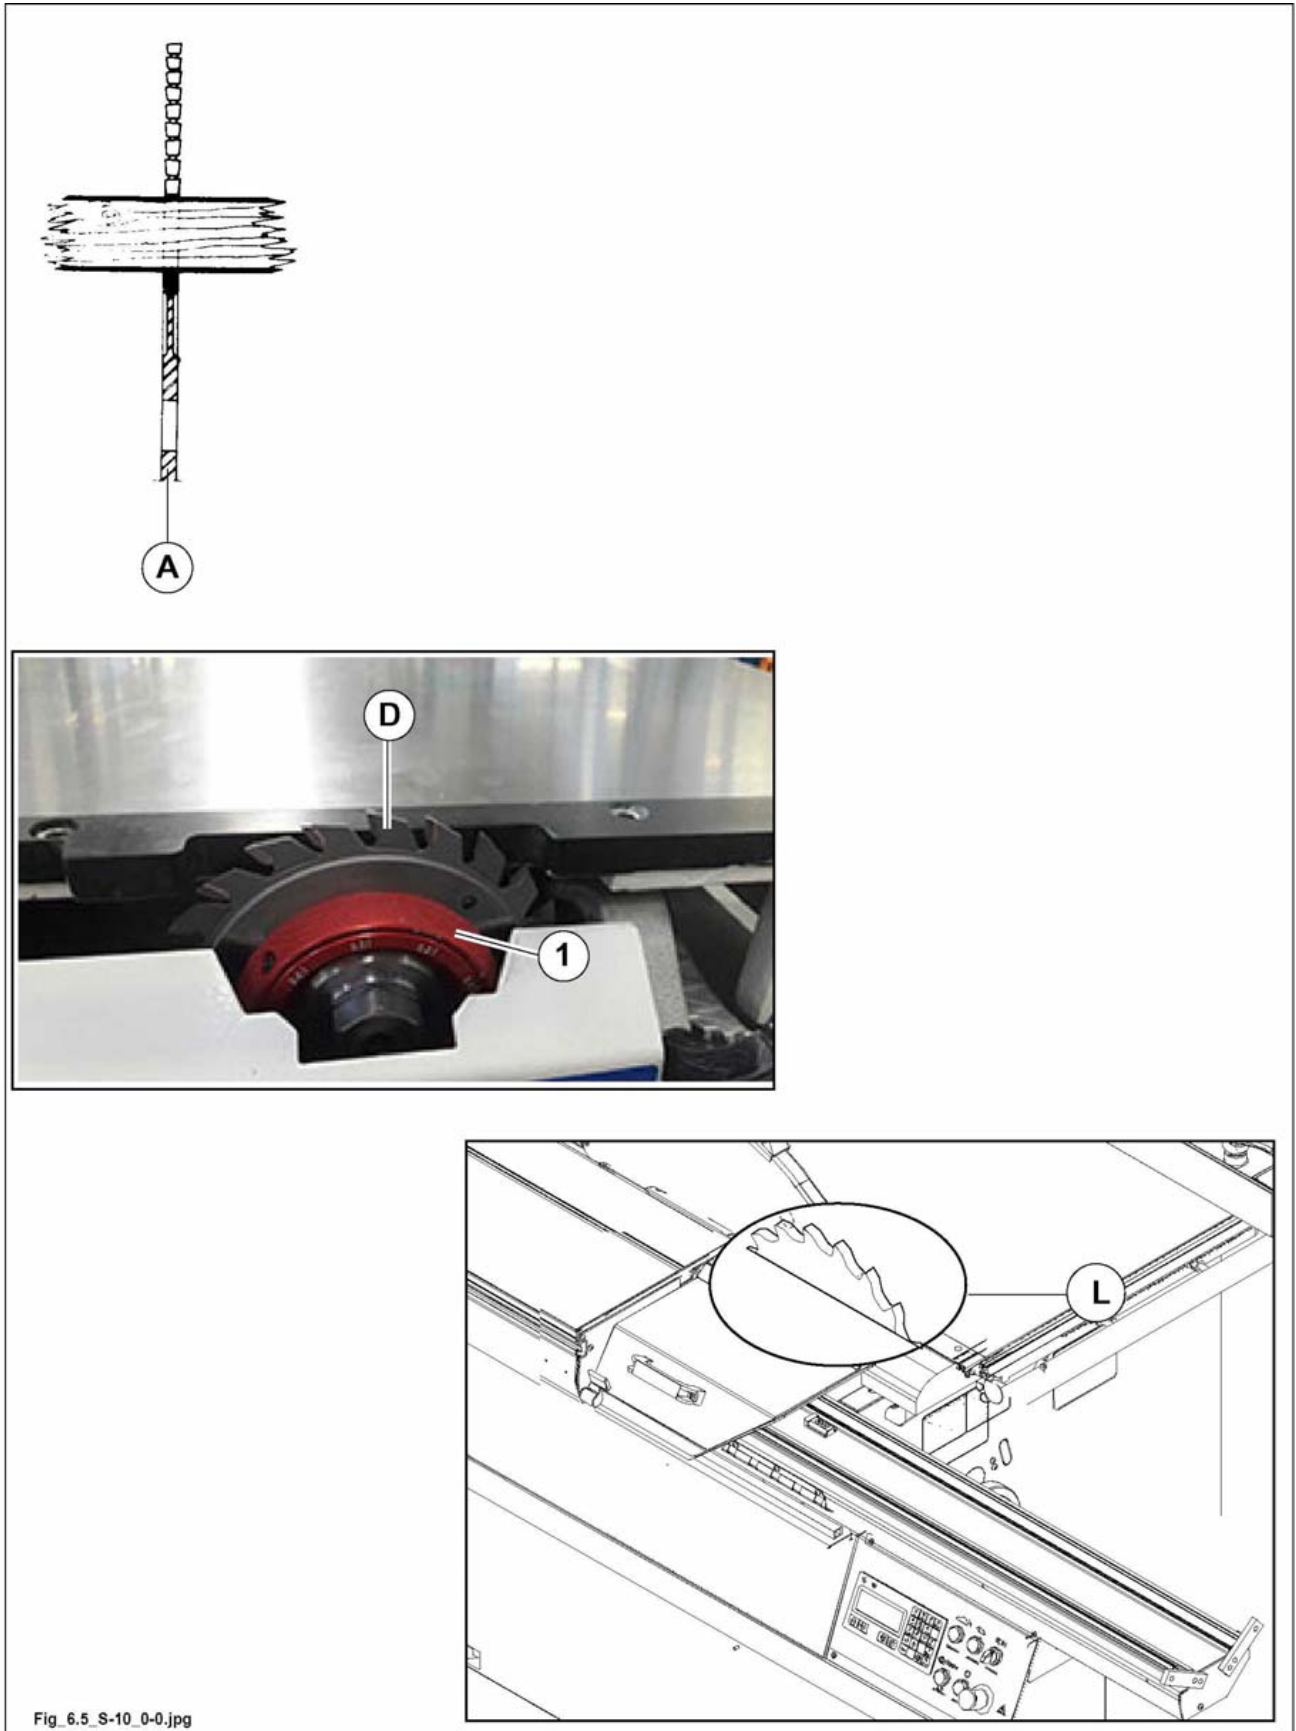

Abb. 6.5
- 1) (A Abb. 6.5) Ritzsägeblatt, dessen Dicke gleich der Dicke des Hauptsägeblattes ist.
- 2) (D Abb.6.5) **OPT** Vorritzsäge, erweiterbar.
während der Maschinenverwendung ist besondere Aufmerksamkeit zu schenken, wenn der Schiebetisch ganz links (L Abb. 6.5) ist, da ein Teil beider Blätter ungedeckt ist.